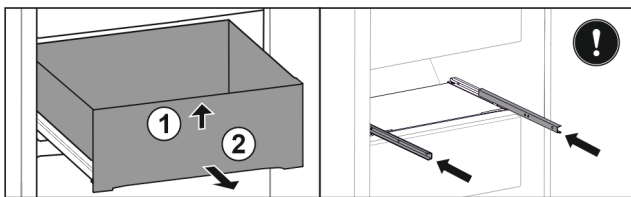

Fig. 134
- ▶ Tõstke sahtel eest üles. Fig. 134 (1)
- ▶ Võtke sahtel ettepoole välja. Fig. 134 (2)